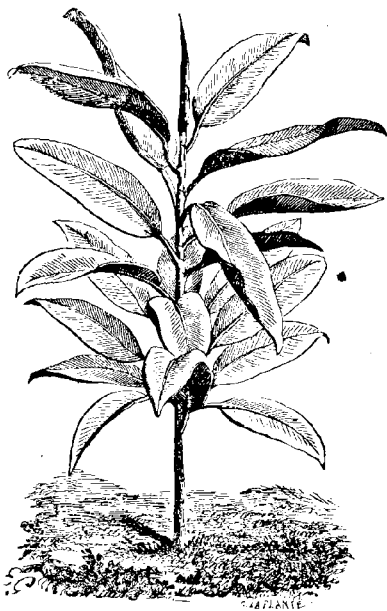

Fig. 135. Caoutchouc (*Ficus elastica*).
**Origine.** — Matière organisée qu'on retire du suc lacteux fourni par le *siphonia elastica* du Brésil ou par le *ficus elastica* de l'Inde (fig. 135) ou par l'*hevea* d'Afrique. Ce suc est reçu dans des baquets et desséché par un feu de bois vert ; il constitue alors le caoutchouc qu'on purifie et que l'on rend homogène en le faisant passer dans des moules, dans un jet d'eau froide.